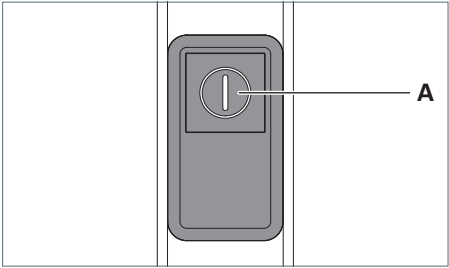

Fig. 18: Bedienelement.
- Drücken Sie die Taste **A** sieben Mal schnell hintereinander, siehe Fig. 18.
- Drücken Sie die Taste **A**, siehe Fig. 18. oder
- Drücken Sie die Taste **A** und halten Sie diese Taste gedrückt, siehe Fig. 18. oder